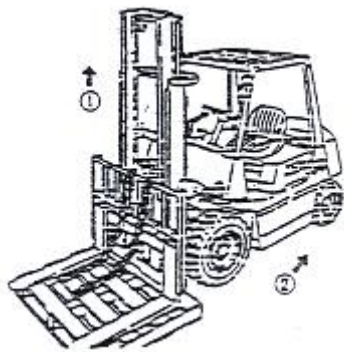

Рис. 2-71
- (1) Поместите паллет на вилы погрузчика и поставьте его на ровную поверхность.
- (2) Опустите вилы, чтобы паллет коснулся земли
- (3) Отсоедините верхнее крепление цепи и снимите цепь с колеса.
- (4) Поднимите внутреннюю мачту (Поз. 1 на Рис. 2-71)
- (5) Сдайте на погрузчике назад после подтверждения того, что каретка вилок была отсоединена от внутренней мачты (Поз. 2 на Рис. 2-71).
(6) Замените главный ролик.